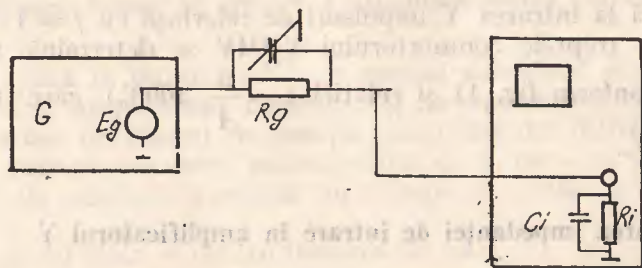

Fig. 13. Măsurarea capacității de intrare.
- Se realizează montajul din fig. 13 (în care: $R_g = 1 \text{ M}\Omega \pm 0,5\%$; $C = 10\text{—}40 \text{ pF}$);